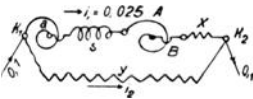

Fig. 22.
- der Widerstand x (Fig. 22) zwischen B und K_2 , der noch zugeschaltet werden muß, um bei $0,1$ [0,1] (0,1) V Spannungsunterschied zwischen K_1 und K_2 einen Strom von $0,025$ [0,015] (0,075) A durch s fließen zu lassen,
- der parallel zu schaltende Widerstand, damit der Kombinationswiderstand zwischen K_1 und K_2 1 [1] (1) Ω ist,